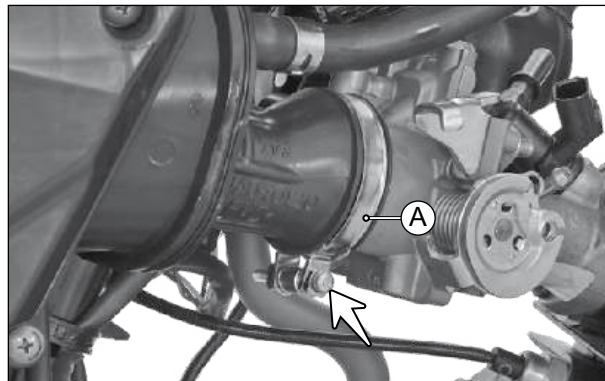

Fig. 3.27
- Solte a braçadeira da mangueira (A) (seta) do corpo do acelerador com o filtro de ar. (Fig. 3.27)